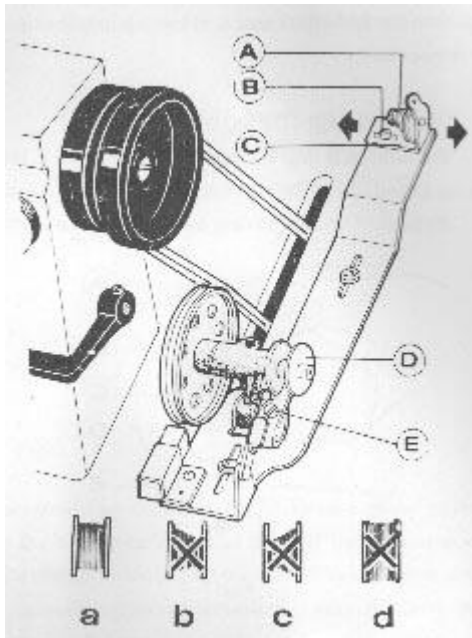

рис. 15
Шпульная нить должна быть намотана равномерно и плотно. Если нить намотана слабо, отрегулируйте поворотом регулятора натяжения нити (A) натяжной держатель моталки. Если нить намотана не аккуратно, передвиньте держатель так, чтобы отрегулировать натяжение. Сначала ослабьте винт B, затем переместите держатель влево или вправо, как показано на рис. 15b. Передвиньте натяжной держатель вправо, если на одну сторону шпульки наматывается больше нити, как показано на рис. 15с,. Переместите натяжной держатель влево, пока нить не начнет наматываться равномерно, как показано на рис. 15, затем затяните винт B.